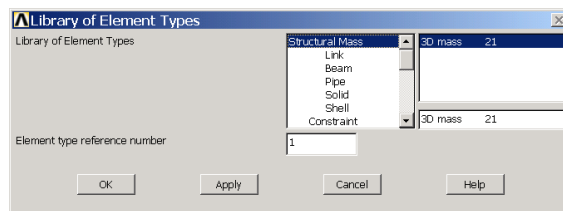

图4.2 单元类型库对话框
(2)单击【Add...】按钮,弹出【Library of Element Types】对话框,如图 4.2 所示。可以看到,列表框中列出了单元库中的所有单元类型。左侧列表框中显示的是单元的分类,右侧列表框为单元的特性和编号,选择单元时应该先明确自己要定义的单元类型,如 Beam、Shell 和 Link 等,然后就很容易从右边的列表框中找到合适的单元了。